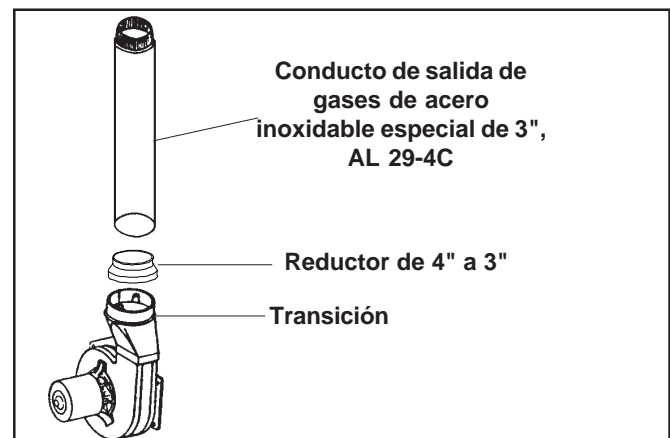

Figura 19. Instalación del reductor para la G6RK
5. Instalar y sellar un reductor de 4" a 3" en la transición. (Ver figura 19). Unir el nuevo conducto de salida de humos de alta temperatura al reductor.